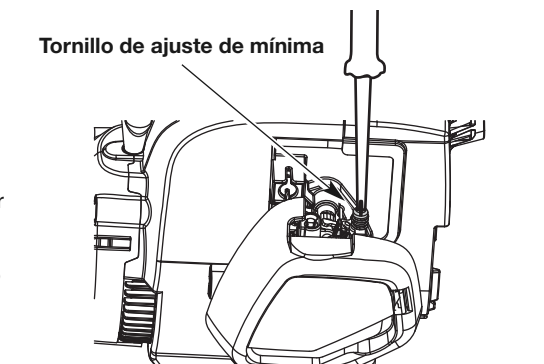

Fig. 20
2. Suelte el control del acelerador y deje que el motor funcione en ralentí. Si el motor se para, use un destornillador Phillips pequeño para girar el tornillo de velocidad de ralentí en el sentido de las agujas del reloj, 1/8 de giro cada vez (según sea necesario) hasta que el motor funcione al ralentí de manera uniforme (Fig. 20).
3. Si el motor funciona al ralentí demasiado rápidamente, gire el tornillo de velocidad de ralentí en el sentido contrario a las agujas del reloj, 1/8 de giro cada vez (según sea necesario) para reducir la velocidad de ralentí (Fig. 20).